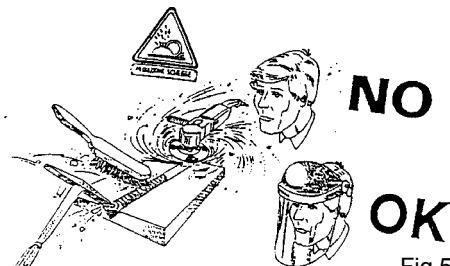

Fig.5
- Nelle lavorazioni meccaniche di molatura, spazzolatura, martellatura, ecc. dei pezzi saldati, indossate sempre occhiali di protezione con lenti trasparenti per evitare schegge ed altre particelle estranee che possono danneggiare gli occhi (Fig.5).